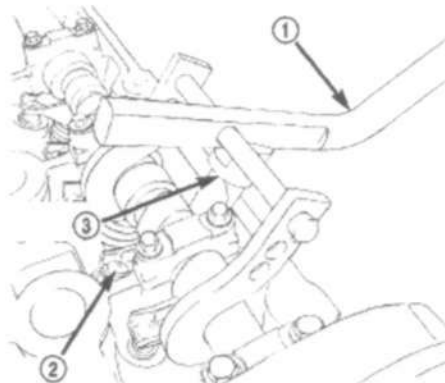

Рис. 31 Снятие/установка коромысла
- (1) Снять крышку головки блока (см. п.9. ДВИГАТЕЛЬ/ КРЫШКА(И) ГОЛОВКИ БЛОКА СНЯТИЕ).
- (2) Снять топливную рампу (см. п. 14. ТОПЛИВНАЯ СИСТЕМА / ПОДАЧА ТОПЛИВА/ ТОПЛИВНАЯ РАМПА СНЯТИЕ).
- (3) Снять свечи зажигания.
- (4) Провернуть двигатель так, чтобы эксцентрик кулачка на демонтируемом повторителе, встал в положение базовой окружности (пятку). Также поршень должен располагаться не менее, чем на 6.3 мм ниже положения ВМТ.
- (5) При помощи спец. приспособлений 8215 и 8436 медленно нажать клапанный узел так, чтобы снять коромысло (Рис. 31).
- (6) Повторить операции демонтажа на каждом коромысле.